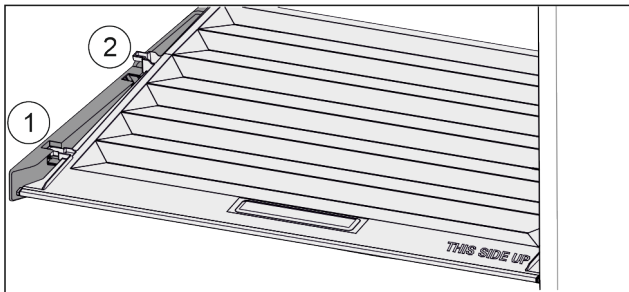

Fig. 137
- ▶ Tirer le couvercle vers l'avant jusqu'à l'orifice des pièces de retenue Fig. 137 (1).
- ▶ Le soulever par le bas à l'arrière et le sortir par le haut Fig. 137 (2).